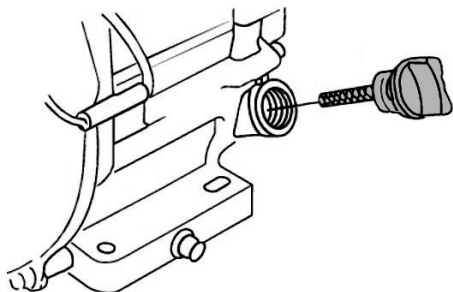

Рис. 11 Крышка-щуп маслосаливной горловины
2. Открутите крышку-щуп маслосаливной горловины и извлеките щуп (Рис. 11).
2. Выкрутите крышку-щуп маслозаливной горловины и извлеките щуп (Рис. 11).